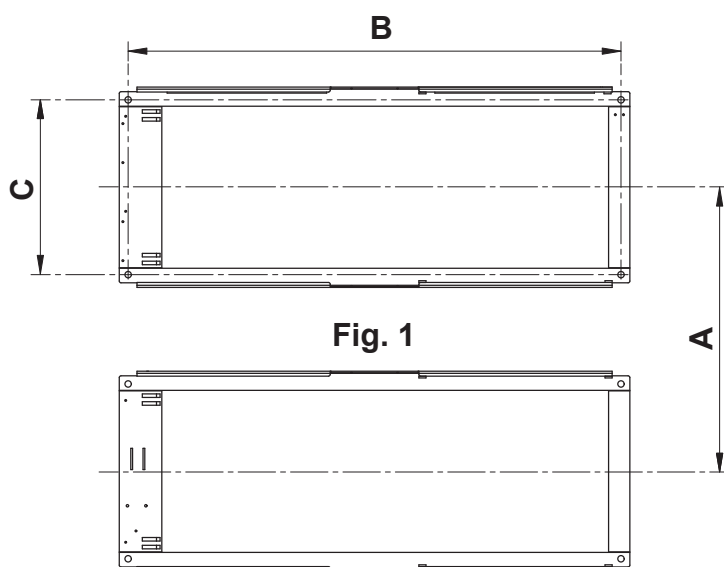

Fig. 1
El elevador se envía con el sistema hidráulico en las siguientes condiciones (fig.1):
Para completar la conexión, proceda como se indica a continuación (fig.1):
- Utilizando las bases como plantillas, haga los agujeros con una broca de Ø15 a una profundidad de 150 mm (véase también el patrón de perforación adjunto Fig.1).